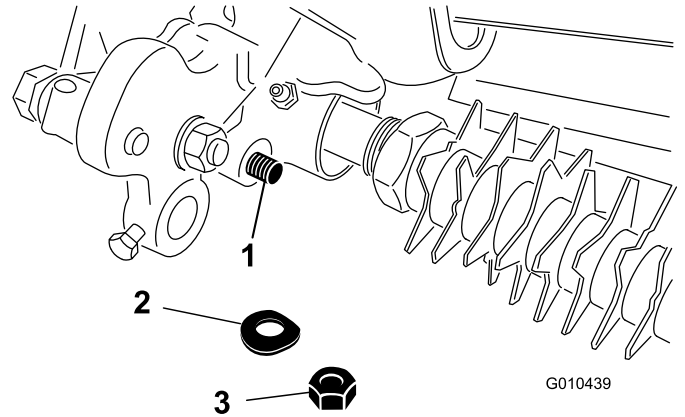

Figure 4
4. Retirez le contre-écrou et la rondelle qui fixent le côté tige du bras de hauteur de coupe à l'entraînement du groomer (Figure 4).